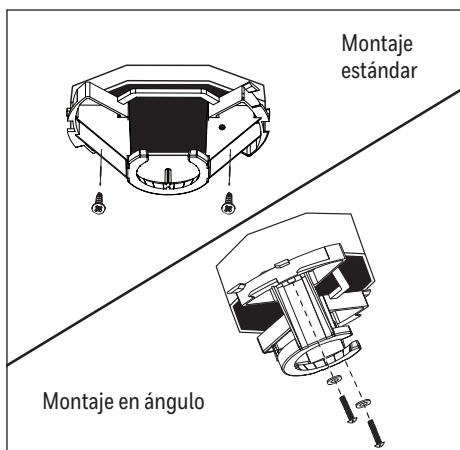

Figura 2.2
2. Fije el soporte de montaje a la caja de salida (se vende por separado) con los tornillos y las arandelas incluidos con la caja de salida. **ADVERTENCIA:** para reducir los riesgos de incendios, descargas eléctricas o lesiones personales, utilice, para el montaje, una caja de salida marcada como "Acceptable for Fan Support" y utilice los tornillos y arandelas de montaje incluidos en la caja de salida (Figura 2.2).